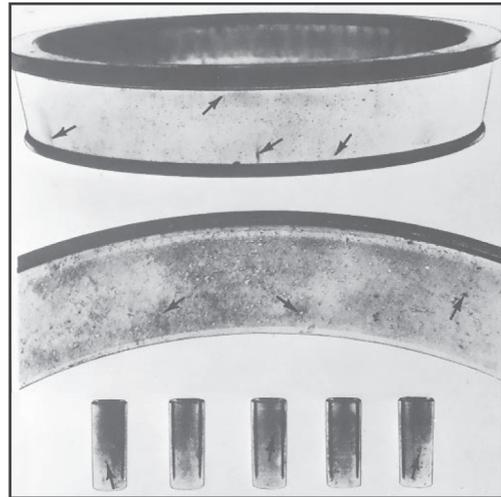

Figura 43
- C. Desgaste (com rebaixo visível) na pista da capa ou do cone e/ou indentações profundas, trincas ou quebras nas sedes da capa e/ou do cone, ou nas superfícies dos roletes cônicos (Figura 43);